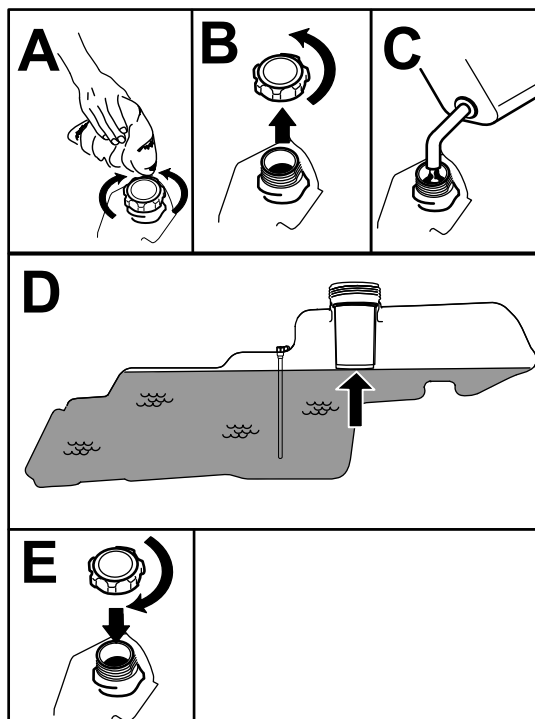

Figure 7
5. Remplissez le réservoir de carburant jusqu'au bas du goulot de remplissage (Figure 7). Ne remplissez pas le réservoir de carburant complètement.